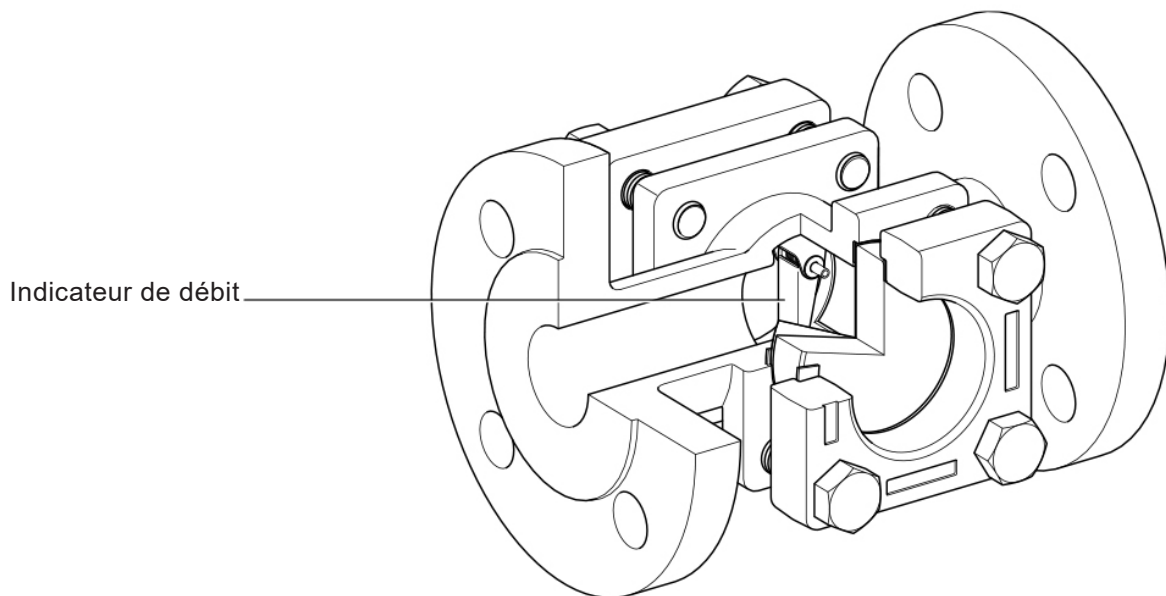

Fig. 4
- Après isolement, dévisser les vis de couvercle (5) et enlever les vieux joints (4) et les glaces (3).
- Remettre de nouveaux joints et de nouvelles glaces, en s'assurant que le joint (4) soit disposé de chaque côté de la glace (3). Si la protection en Mica est changée, mettre la protection en Mica entre la glace et le joint comme indiqué Fig. 4.